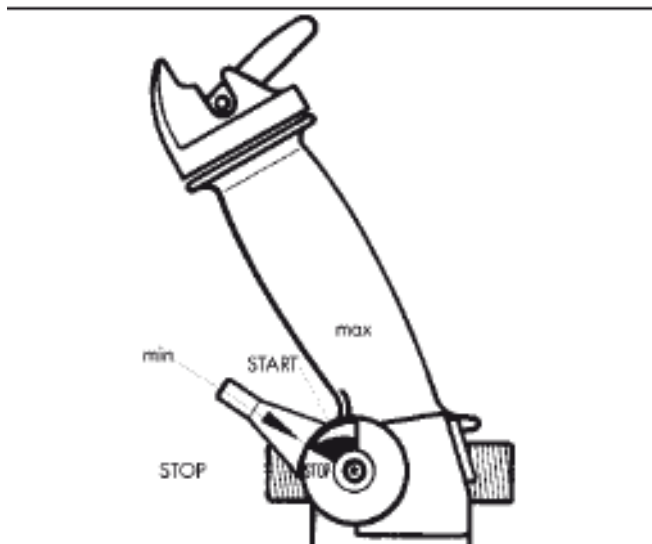

Рис.6
- Как только двигатель запустится, нажмите на дроссельный рычаг (рис. 6) для увеличения частоты оборотов двигателя, либо с помощью установочного рычага (рис.6) выберите необходимую частоту для продолжительного режима работы.
Если, несмотря на многочисленные попытки оператора, двигатель все же не запускается, значит камера сгорания двигателя уже переобогащена топливной смесью. В этом случае мы рекомендуем вывернуть и просушить свечу зажигания..Переведите выключатель (рис.6) в положение “Stop”, а установочный рычаг (рис.6) в положение “max”. Затем при вывернутой свече зажигания несколько раз вытяните трос стартера для продувки камеры сгорания. После этого снова установите свечу зажигания и повторите процесс запуска.
- Установите рычаг дросселя либо установочный рычаг в положение холостого хода либо в положение “min”.(рис.6)